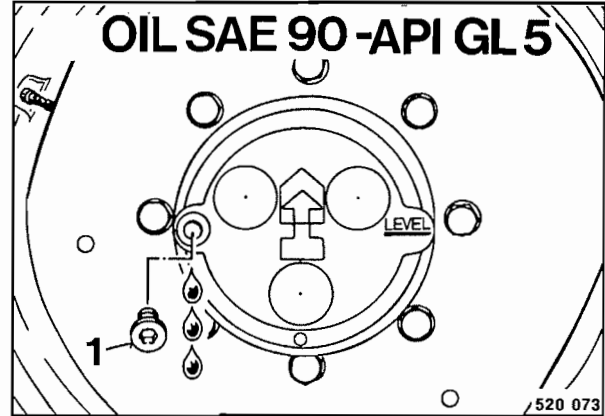

Fig. 67
- Estacionar la máquina de modo que el tapón de cierre 1 (Fig. 67) queda en posición horizontal.